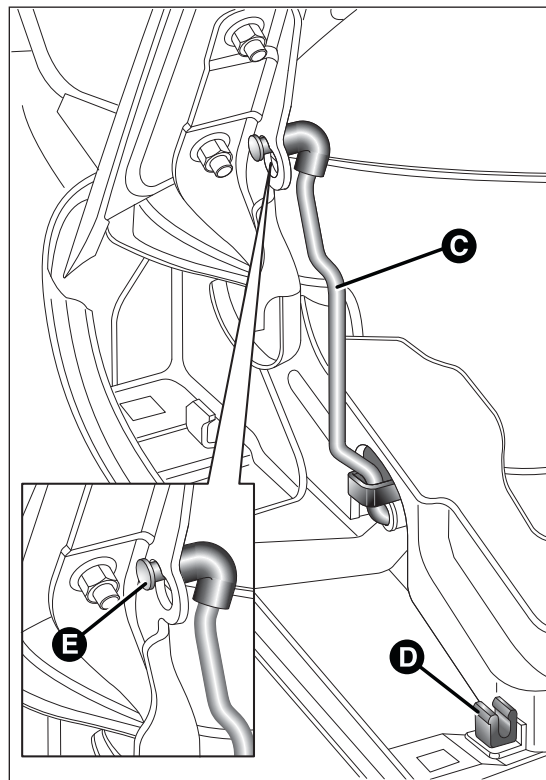

fig. 59
- sollevare il cofano e contemporaneamente liberare l'asta di sostegno C fig. 59 dal proprio dispositivo di bloccaggio D, quindi inserire l'estremità dell'asta nella sede E del cofano motore (foro grande) e spingere nella posizione di sicurezza (foro piccolo), come illustrato in figura.
- tenere sollevato il cofano con una mano e con l'altra togliere l'asta C fig. 59 dalla sede E, con movimento inverso a quello di apertura, e reinserirla nel proprio dispositivo di bloccaggio D;